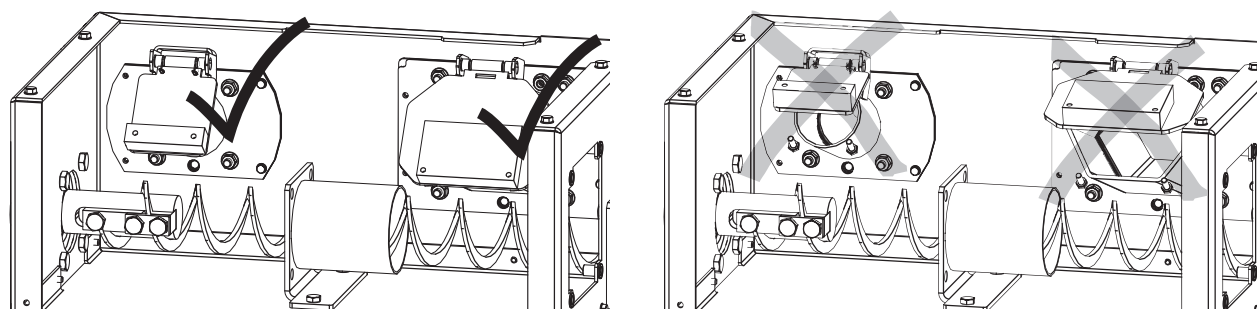

Fig. 78 Vano cenere del contenitore di raccolta completamente aspirato, le alette devono essere completamente chiuse
- ▶ Vano cenere del contenitore di raccolta completamente aspirato. Le due alette (Fig. 78) devono essere completamente chiuse dopo l'aspirazione, in modo che non possa essere aspirata aria di infiltrazione.